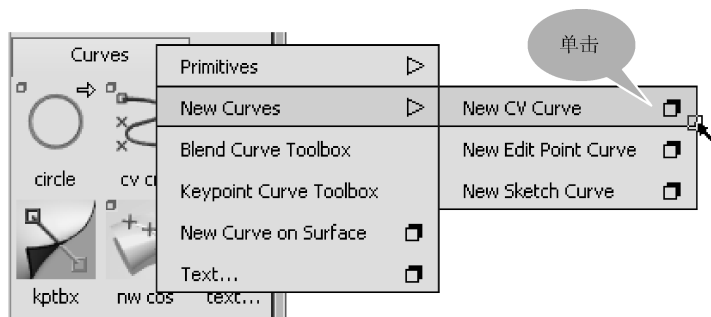

图 3-42 打开选项对话框
- 07 在【Palette】(工具箱)的【Curves】工具标签中按住鼠标右键, 弹出曲线菜单, 单击【New Curves】|【New CV Curve】右侧的小方框, 打开选项对话框。如图 3-42 所示。